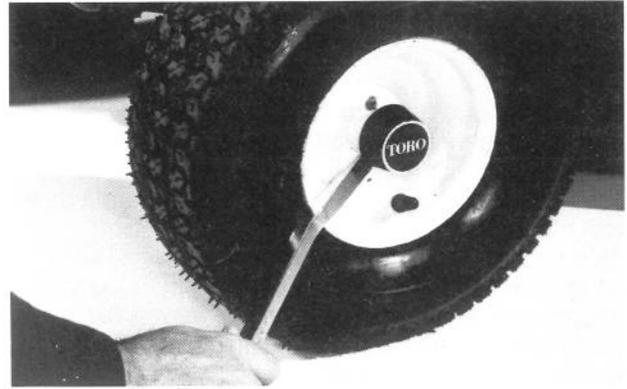

Fig. 30
3. Utiliser un pied de biche pour déposer le chapeau de moyeu de l'essieu (Fig. 30).
4. Déposer la goupille et le rondelle plate (Fig. 30) et déposer la roue de l'essieu.